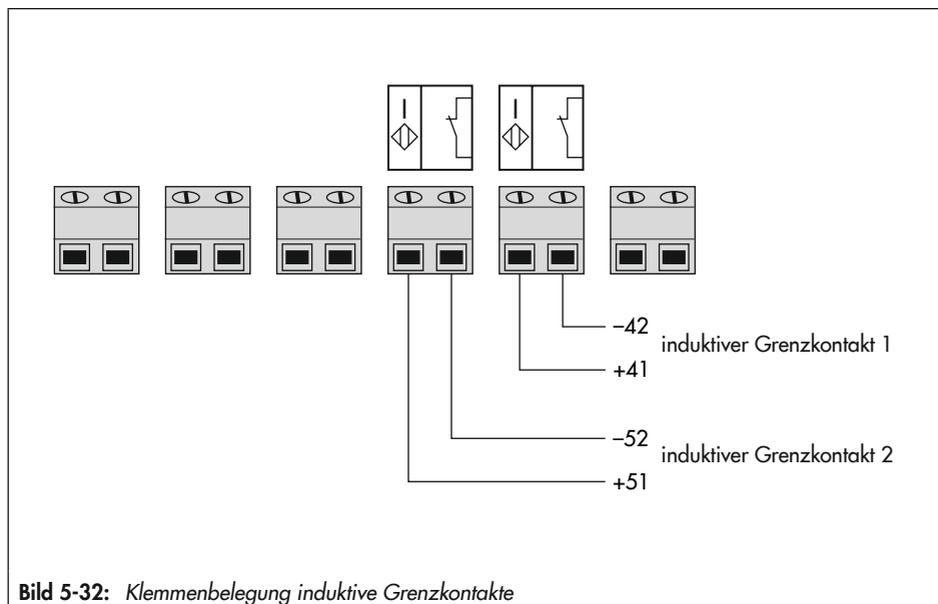
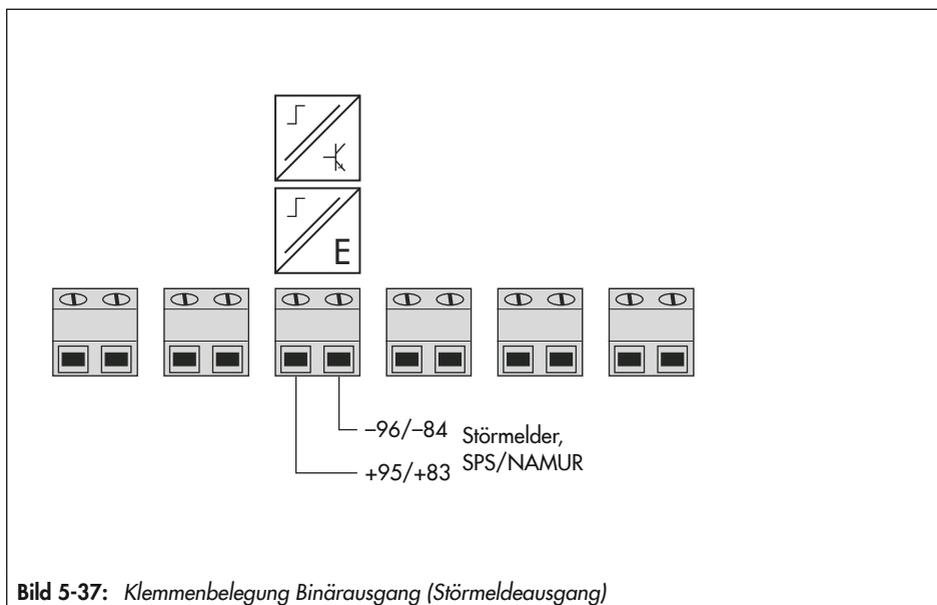

Bild 5-32: Klemmenbelegung induktive Grenzkontakte
Bild 5-37: Klemmenbelegung Binärausgang (Störmeldeausgang)
- Ggf. Optionen nach Bild 5-32 bis Bild 5-37 anschließen.